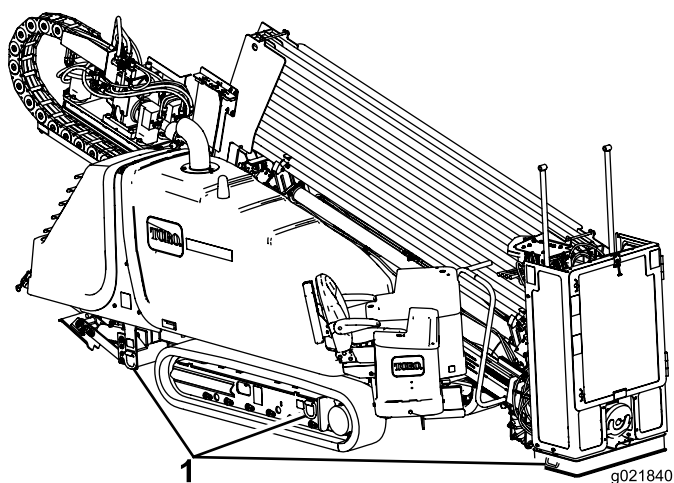

Figure 73
8. À l'aide de chaînes et d'attaches de capacité suffisante, accrochez à la remorque les anneaux des cadres des chenilles droite et gauche ainsi que de la plaque d'ancrage (Figure 73).